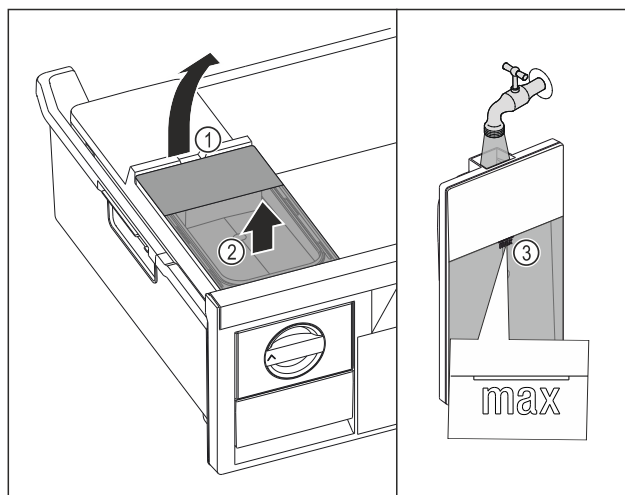

Fig. 79
- Zvedněte nádržku na vodu za vybrání Fig. 79 (1).
- Vyměňte nádržku na vodu nahoru. Fig. 79 (2)
- Naplňte nádržku na vodu pitnou vodou až po značku Fig. 79 (3).